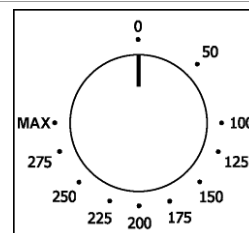

Fig. 2
**Programmation de la température de cuisson** - Mettre le bouton du thermostat de réglage (Fig. 2) sur la température voulue pour la cuisson.